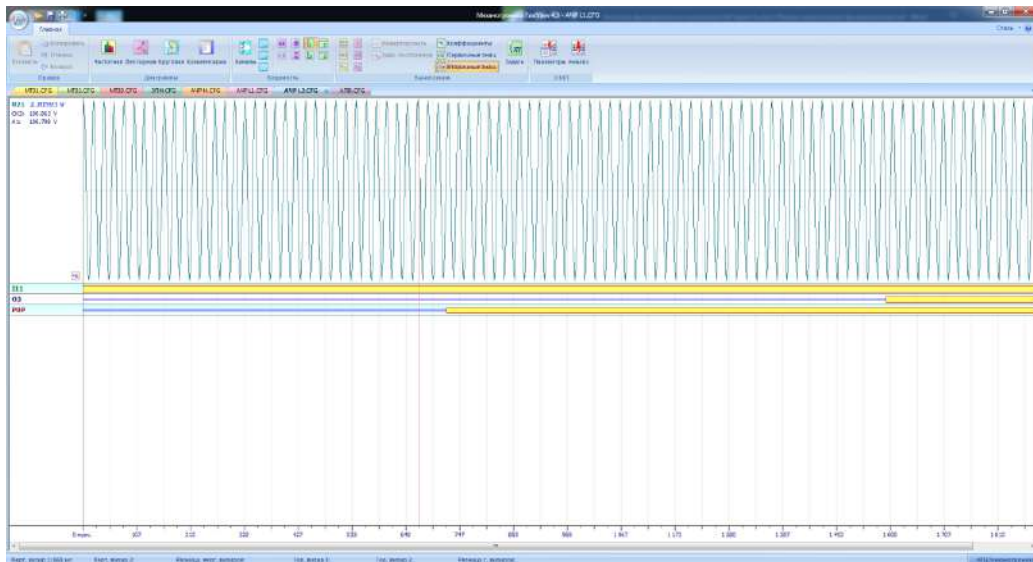

Рисунок 5.18 – Осциллограмма работы ЗМЧ первой ступени
17. Открыть приложение FastView.exe, в меню программы выбрать пункт «Открыть» и выбрать сохраненные осциллограммы. Результаты должны быть подобны изображениям, приложенным ниже. Данные осциллограммы проанализировать и приложить к отчету по лабораторной работе (рис. 5.18, 5.19).